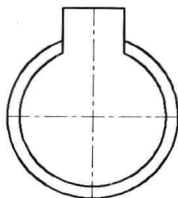
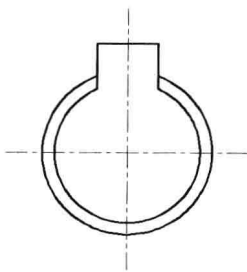

图 4-5-10
图 4-5-11
(1) 双击素材文件“4-5-3.dwg”，打开中心线未完成的图形，如图 4-5-10 所示。
(2) 单击“常用”选项卡，在“修改”面板中单击“拉长”按钮，或者选择菜单命令“修改/拉长”。
(3) 命令行提示“选择对象或 [增量(DE)/百分数(P)/全部(T)/动态(DY)]”，输入“de”，按 Enter 键。
(4) 命令行提示“输入长度增量或 [角度(A)] <0.0000>”，输入“3”，按 Enter 键。
(5) 命令行提示“选择要修改的对象或 [放弃(U)]”，单击中心线两端，即可将直线延伸 3 个单位，如图 4-5-11 所示。按 Enter 键，结束拉长操作。